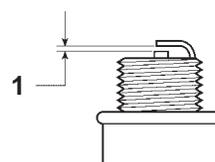

Figure 18
4. Réglez l'écartement des électrodes de la bougie neuve à 0,76 mm (0,030") (Fig. 18).